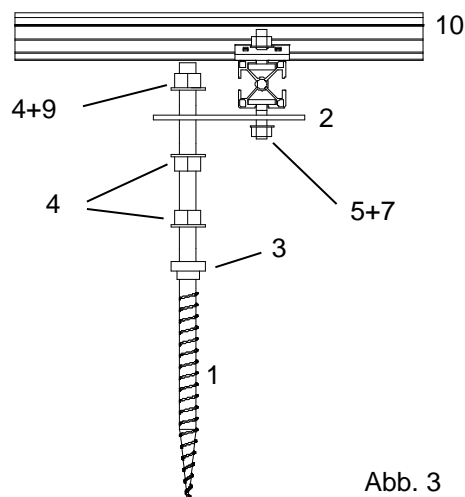

Abb. 3
4. Schrauben Sie die Stockschrauben (1) in die vorgebohrten Löcher, indem Sie 2 Muttern (4) gegenschauben und so als Schlüssel­fläche verwenden. Nehmen Sie danach die Muttern wieder auseinander. Schieben Sie die vormontierte Dichtung (3) in das  $\varnothing 14$  Loch und schrauben Sie diese mit einer Mutter (4) fest (**Nicht zu fest anziehen, da sonst der Ziegel brechen kann**). Die nächste Mutter (4) dient als Auflage für die Adapterplatte (2) (siehe Abb. 3). Der Abstand der beiden Muttern (4) ergibt sich aus der Art des Ziegels (Empfehlung ca. 30 mm).
5. Setzen Sie die Adapterplatte (2) bei den jeweiligen Stockschrauben (1) an der Kollektorunterseite und schrauben Sie diesen mit Mutter (4) und Fächerscheibe M12 (9) fest. Durch das Langloch in der Adapterplatte (2) kann ein eventueller Schraubenversatz ausgeglichen werden.
6. Montieren Sie anschließend das untere Befestigungsprofil (10) mittels Hammerkopfschrauben (7) und Sperrzahn-Mutter (5) an der Adapterplatte (Abb. 3).
7. Führen Sie die Punkte 5 und 6 für das obere Befestigungsprofil (10) aus, ohne die Mutter (5) fest zu schrauben.